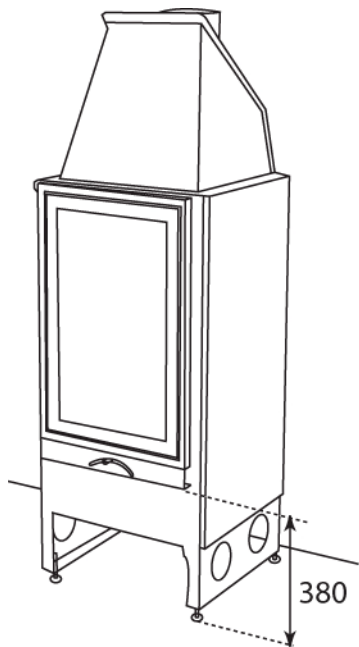

Abbildung 1: Einsatz in Position bringen
3. Den Kaminofen in der richtigen Höhe mit Gabelschlüssel SW 13 durch Verdrehen der Stellfüße einrichten. Die ideale Höhe ist (siehe Abbildung 1) ersichtlich. Stellen Sie bitte zur Kontrolle den Sockel mit der Sockelplatte auf. Die Unterkante der Blende mit Luftregler am Kaminofen kann mit dem Unterbau der Betonverkleidung fugenlos abschließen oder auch ungefähr 1 bis 2 Millimeter höher sein (Achtung: Durch das Verkleben ändert sich die Gesamthöhe minimal: es ist jedoch möglich, den Kaminofen abschließend durch Verdrehen der Stellfüße in die gewünschte Höhe zu justieren).
4. Außerdem ist der Abstand zur Stellwand auf das richtige Maß einzustellen (siehe Abbildung 1).